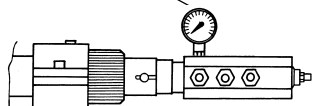
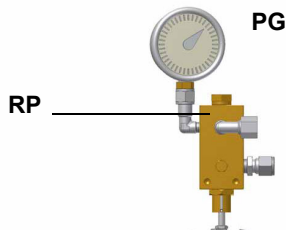

Рис. 12
Рис. 13
- 5 Давление питания форсунки уже отрегулировано заранее на заводе-изготовителе и не должно изменяться. Только в случае необходимости, отрегулировать давление питания (см. соответствующий параграф) следующим образом: установить манометр в положение, указанное на Рис. 12, воздействовать на регулировочный винт **VR** насоса (см. Рис. 13) до получения на форсунке давления в 20бар (форсунки Monarch или форсунки Bergonzo - см. на стр.33-34);